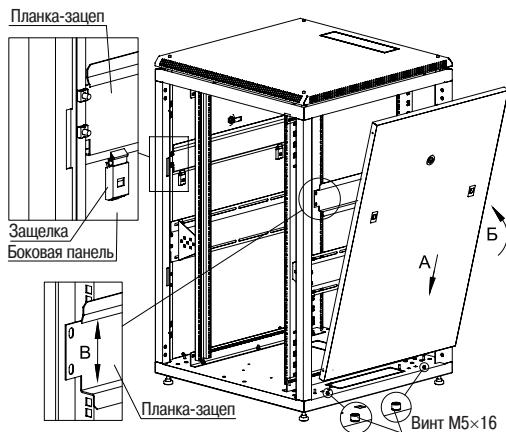

Рисунок 9 – Установка боковой панели в шкаф
3.2.2 Для установки панели в шкаф состыкуйте посадочные круглые отверстия на нижней части панели с винтами M6×15 на основании (действие А), защелкните панель, одновременно нажав на замки-защелки (действие Б), переведите язычок замка в положение «закрыто» (рисунок 9).